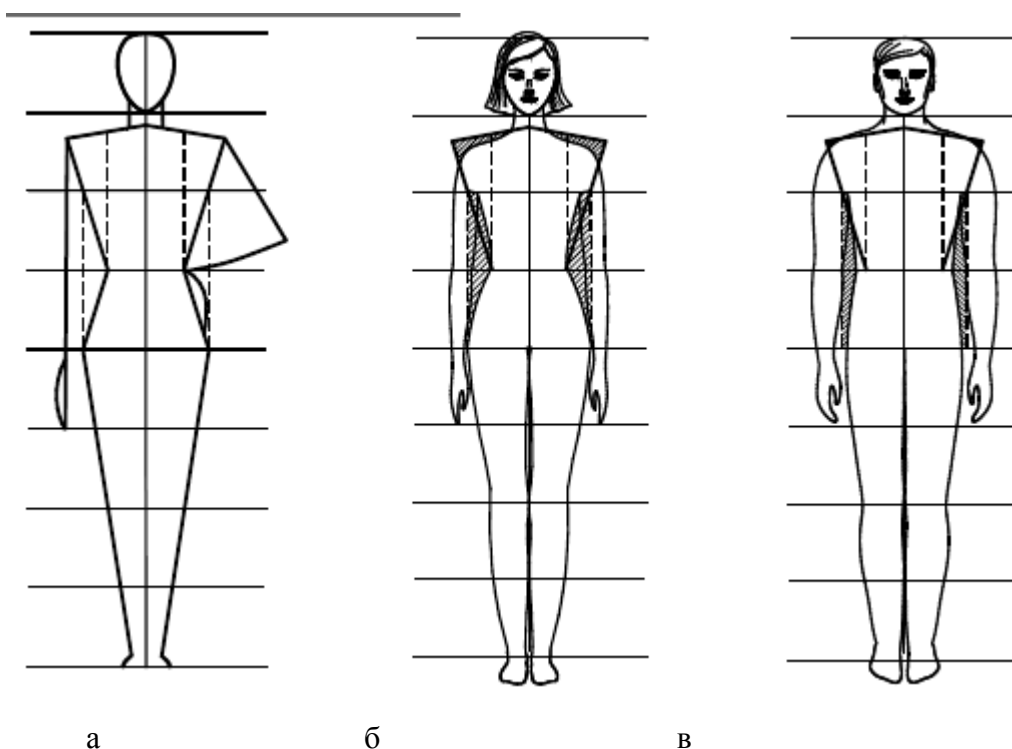

Рисунок 30 – Изображение человека по модульному принципу
1.1. Изменение пропорций у человека происходит в связи с ростом и возрастом. Обладая индивидуальными особенностями в пропорциях, тем не менее, каждый человек имеет общие пропорции строения. Путем сравнения одних частей тела с другими были приняты определенные каноны – системы типичных размеров тела, принимаемых за образец. Единицу меры, которая берется для построения этого канона, назвали модулем. Таким модулем служит обычно голова человека, которая относится к росту человека в пропорции $1/8$, т.е. укладывается во всей фигуре 8 раз (рисунок 30, а). Первый модуль – высота головы. Второй модуль откладывается от подбородка до уровня груди, третий – до талии, четвертый – до линии бедер.
1.2. Мужская и женская фигуры имеют ряд различий (рисунок 30, б, в).